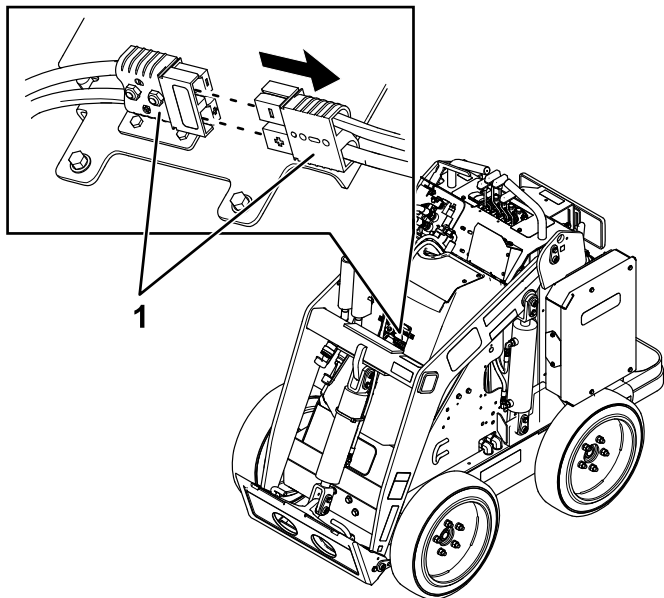

Figura 29
Înainte de a efectua lucrări de service asupra mâinii, întrerupeți alimentarea cu energie electrică separând conectorii de alimentare electrică (Figura 29).
5. Separați cei doi conectori de alimentare (Figura 29).